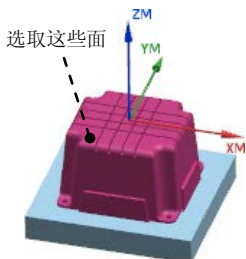

图 20.9 指定切削区域
Step2. 在图形区中选取图 20.9 所示的面（共 286 个）为切削区域, 然后单击“切削区域”对话框中的  按钮, 系统返回到“深度加工轮廓”对话框。